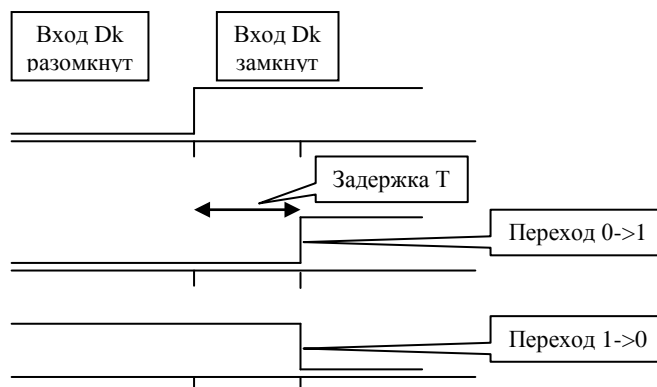

Рисунок 64
1.1.4.43.8 Условия «Если равно» и «Если не равно» предназначены для сравнения состояния дискретных входов. Логическая схема условия показана на рис. 64, но в качестве числа может использоваться только 0 или 1.
1.1.4.43.11 Условие «Задержка по дискретному входу» может использоваться для формирования перепада через определённое время после изменения состояния дискретного входа. Время задержки T , адрес и номер дискретного входа D_k , состояние выхода до и после задержки указываются при конфигурировании. Рисунок 64 поясняет использование данного условия.